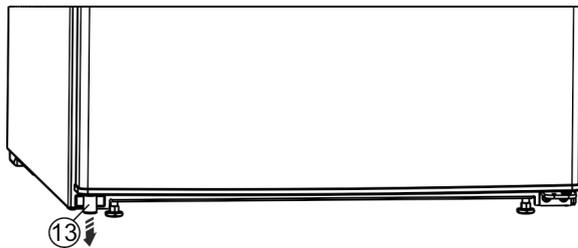

Fig. 14 *
- ▶ Extraer de la puerta la pieza distanciadora Fig. 14 (13), abajo a la izquierda.*